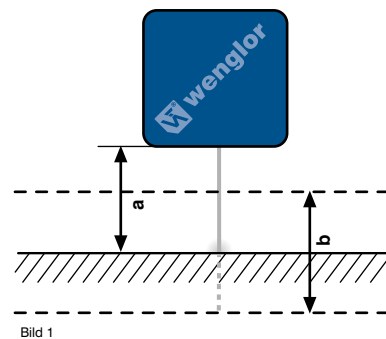

Bild 1
- Laser Glanzsensor genau senkrecht über der Oberfläche des abzutastenden Objektes in der idealen Tastweite befestigen und ausrichten (siehe Bild 1)